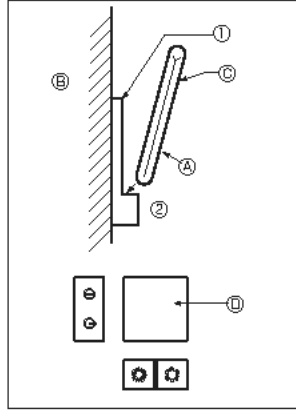
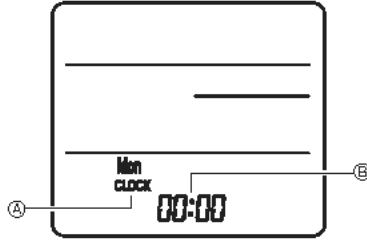

Fig. 7-7
Fig. 7-8
2) Kurulum şekli (Fig. 7-7)
① Uzaktan kumanda yuvasını 2 kılavuz cıvata kullanarak istenilen yere takın.
② Kumandanın alt ucunu yuvarın içine yerleştirin.
• Uzaktan kumanda ② Duvar ③ Ekran paneli ④ Alıcı
3) Ayar (Saat ayarı) (Fig. 7-8)
① Pilleri takın veya ucu sivri bir nesne kullanarak **CLOCK** düğmesine basın.